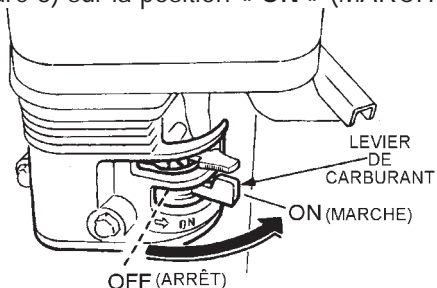

Figure 8. Levier de vanne de carburant du moteur
1. Placez le levier de vanne de carburant *du moteur* (Figure 8) sur la position « ON » (MARCHE).